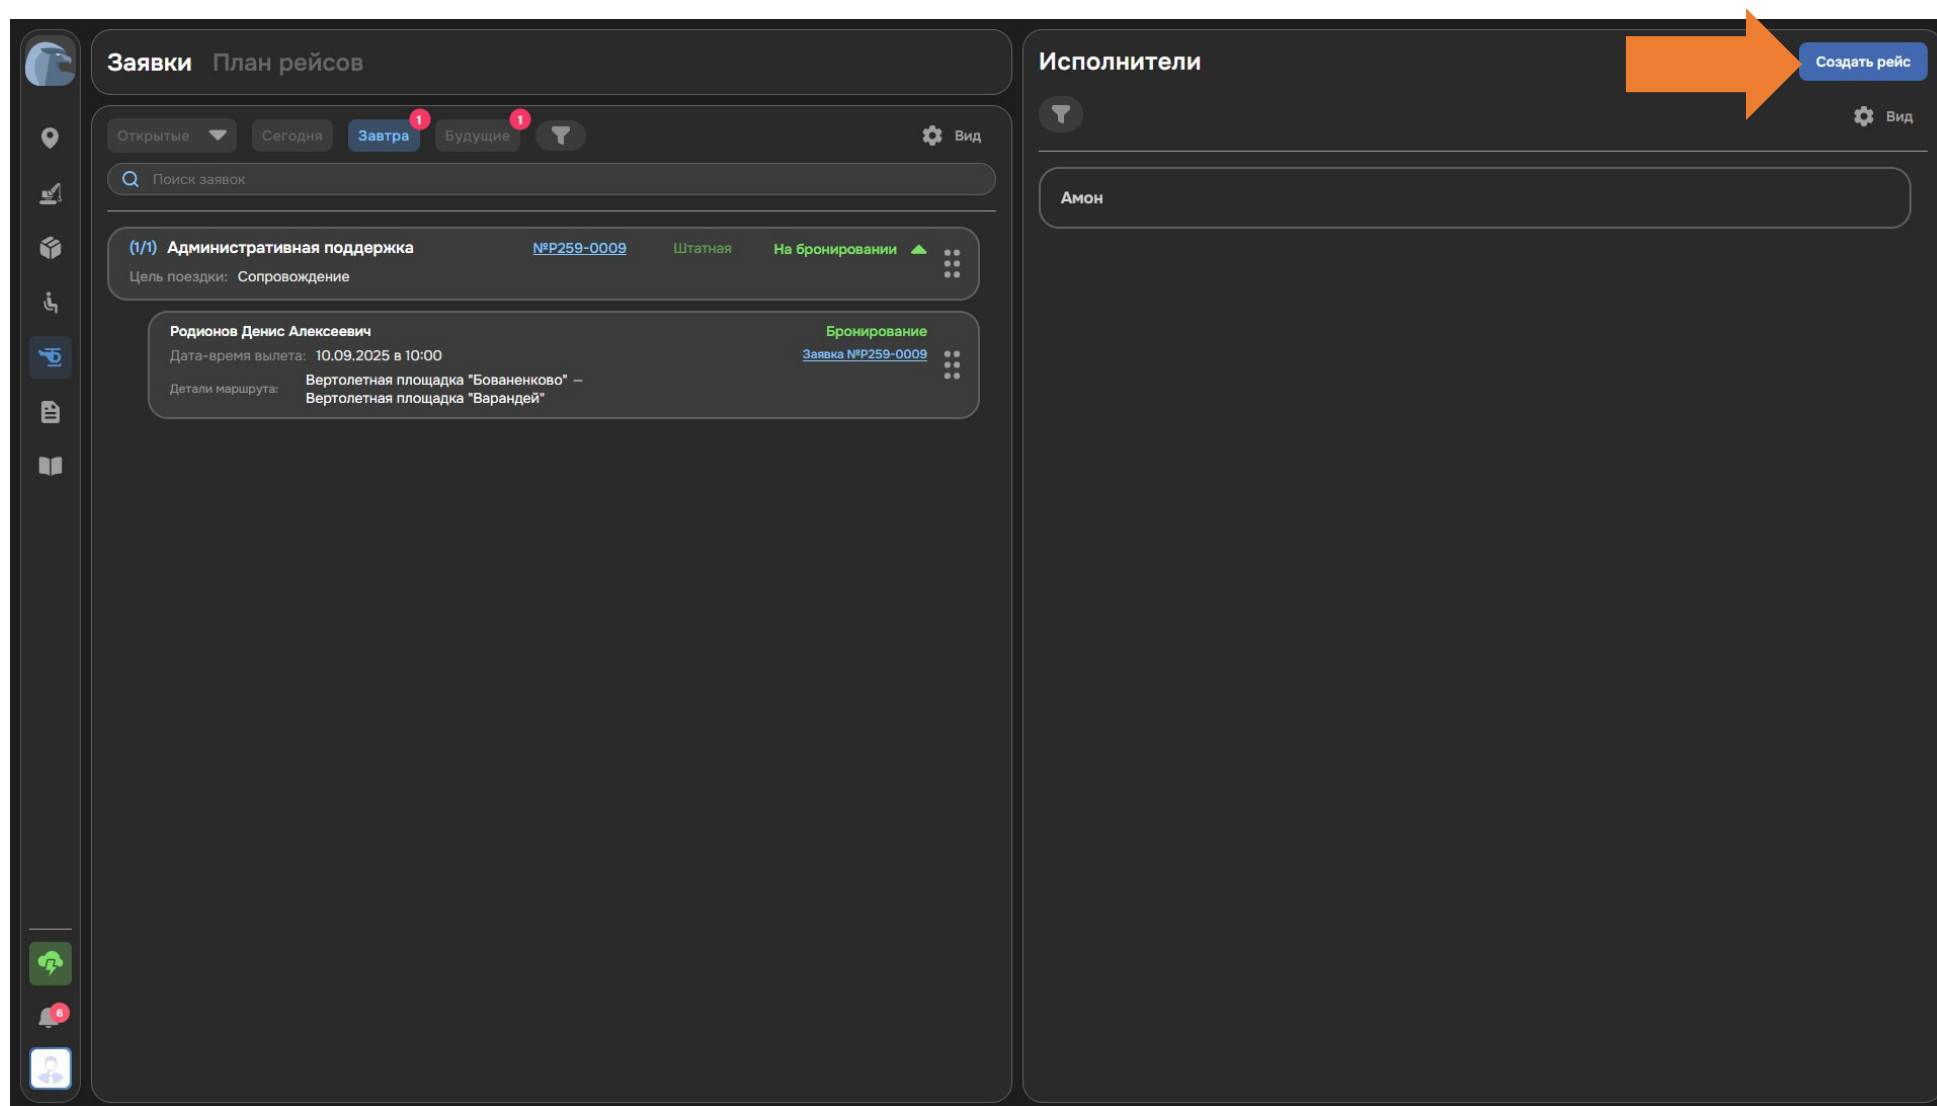

Рисунок 84. Раздел «Вертолетные»
2. Нажмите кнопку «Создать рейс» (см. Рисунок 84).